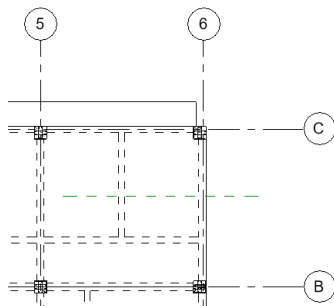

图 15-100 绘制参照平面
- (1) 在“项目浏览器”中双击“结构平面”节点下的“二层”，将视图切换到二层结构平面视图。
- (2) 单击“结构”选项卡“工作平面”面板中的“参照平面”按钮，打开“修改|放置参照平面”选项卡，在如图 15-100 所示的位置绘制参照平面。